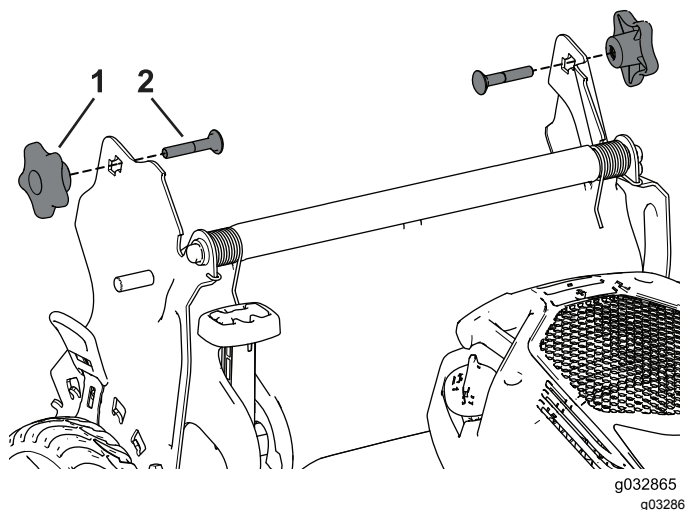

Figura 24
3. Inserte el perno de cuello cuadrado (con la cabeza del perno hacia el interior) a través del soporte del manillar y del orificio superior del extremo del manillar. Asegúrese de que los bordes cuadrados de cada perno de cuello cuadrado entre en el orificio cuadrado superior o inferior de su soporte del manillar relacionado (Figura 24).